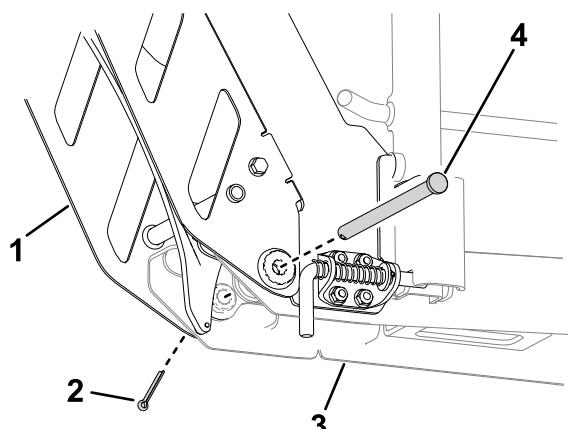

**Figura 15**
9. Conecte el muelle al tope de la rueda y a la parte inferior de la rampa (Figura 15).